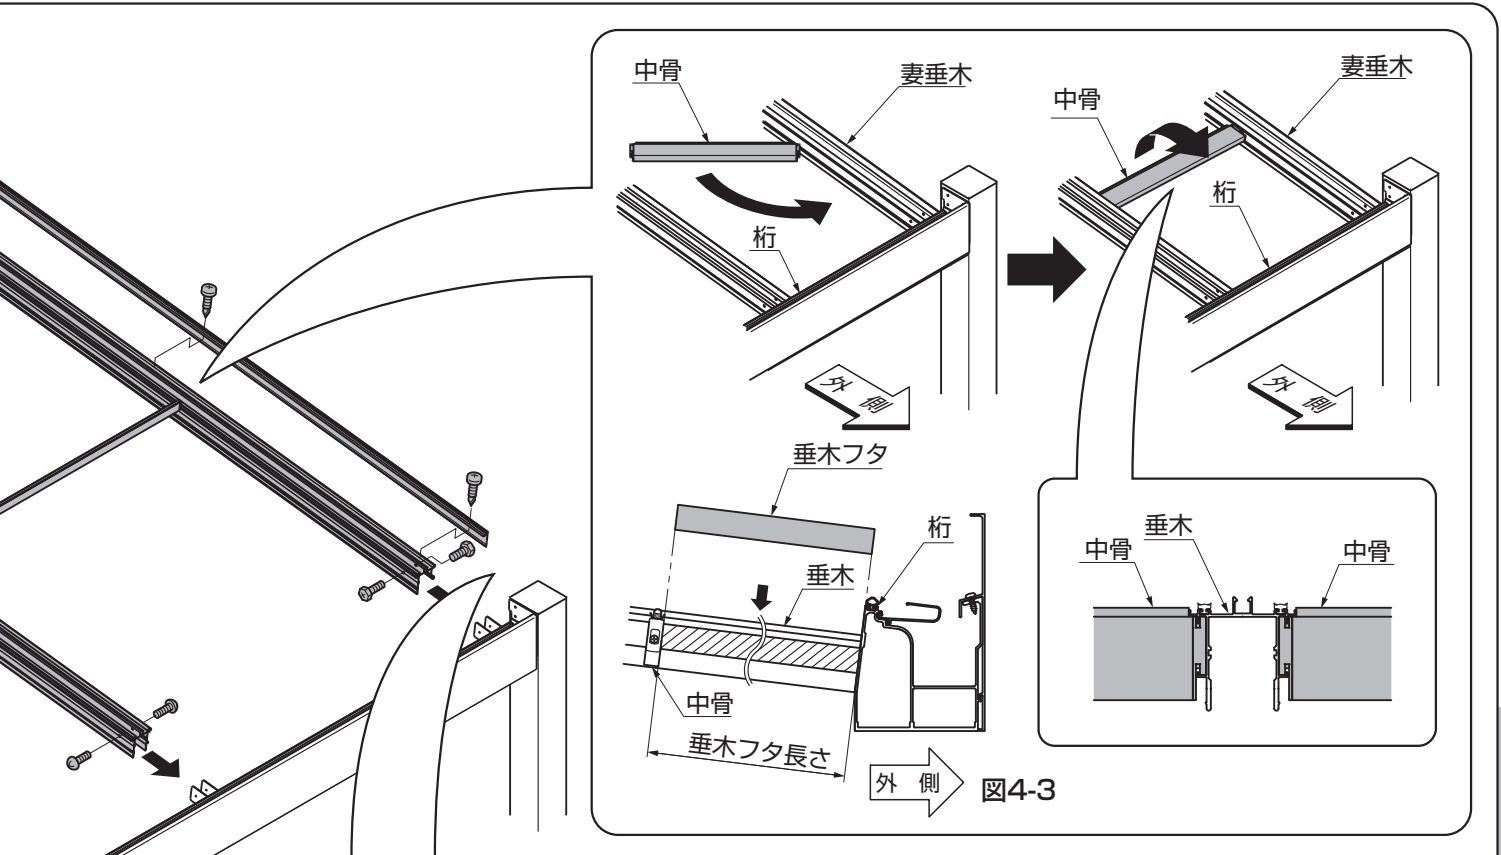

図4-3
- ① 中骨を垂木間に回転しながら、はめ込んでください。(図4-3参照)
- 垂木フタの長さを目安に中骨のおおよその位置を決めてください。中骨は後で動かすことができます。(図4-3参照)